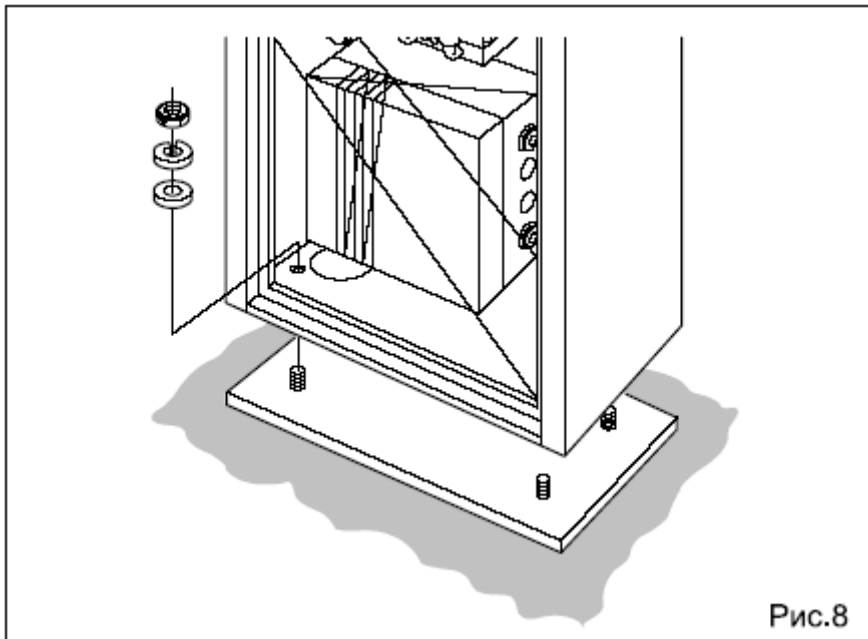

Рис.8
- Используя четыре болта и шайбы из комплекта, закрепите стойку к плите основания, как показано на рис.8. Помните, что крышка колонны должна быть лицевой стороной к зданию.